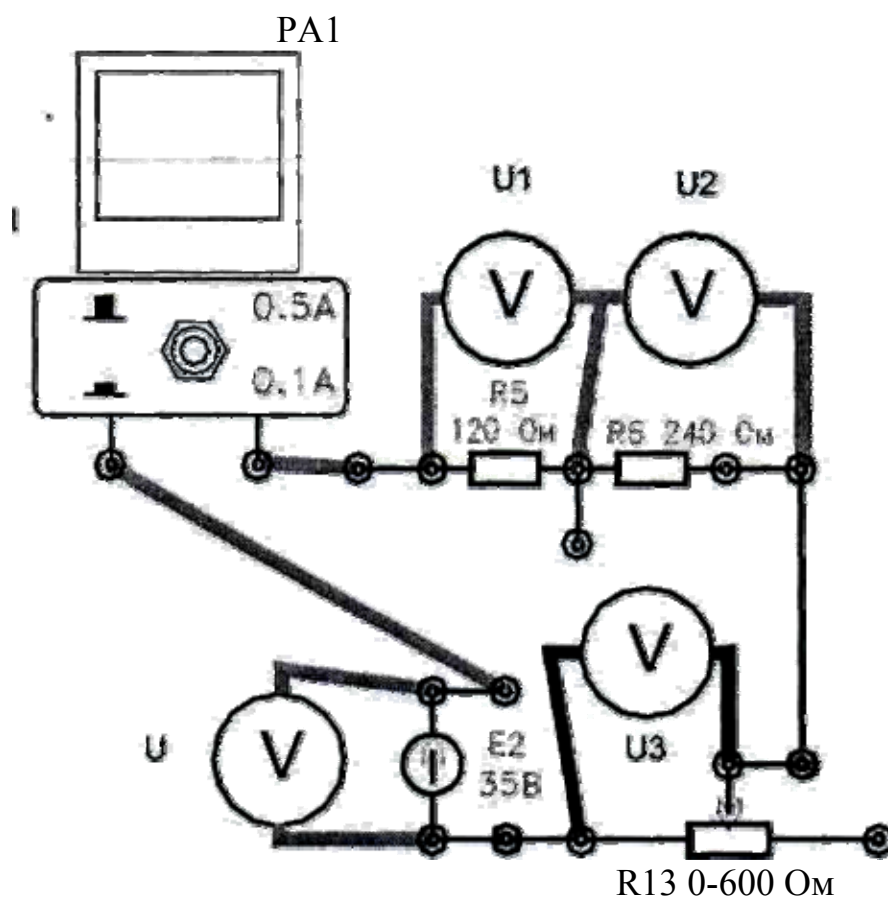

Рис. 2.
- 2.3.2. Изучить и собрать электрическую цепь (рис. 2)